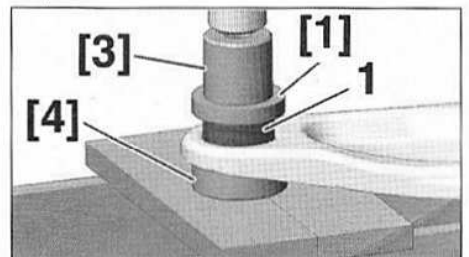

FIG. 20
- Mettre en place l'articulation élastique (1) sur son logement, en respectant les repères faits à la dépose (Fig.20).